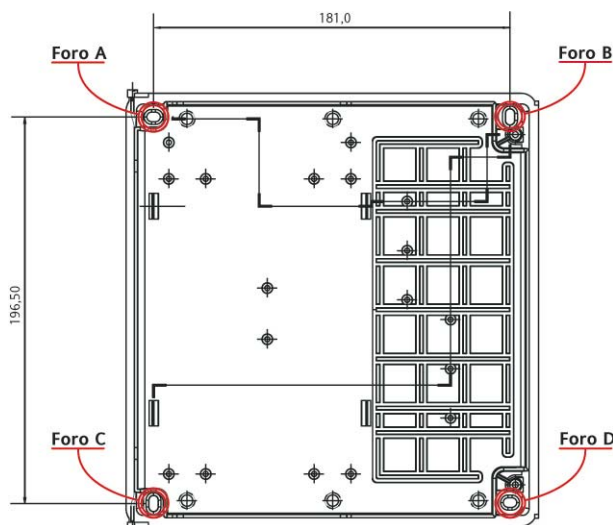

Fig.3
3. Fijar la placa trasera a la pared introduciendo 4 tornillos, no suministrados de serie, en los orificios indicados en la fig. 3